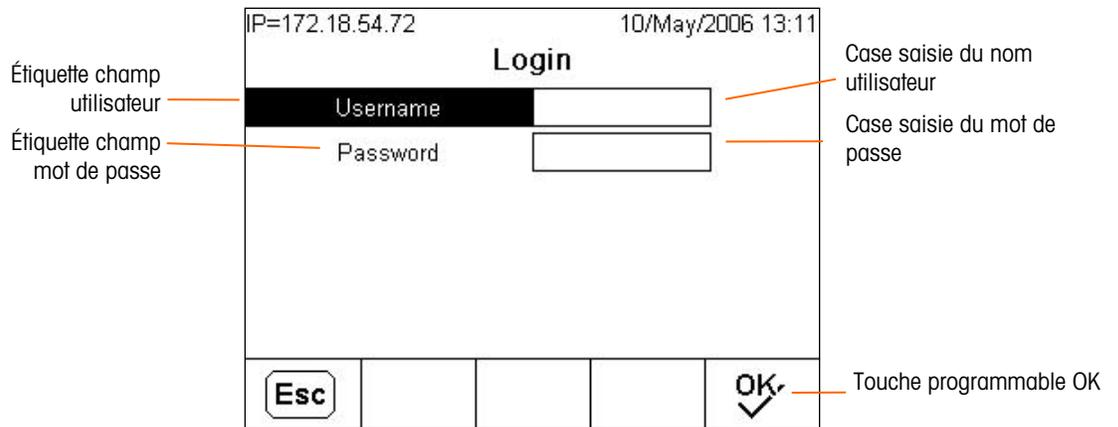

Figure 3-1 : Écran de connexion
- Si un mot de passe est attribué à l'administrateur par défaut (admin) et à l'opérateur par défaut (anonyme) et que vous appuyez sur la touche programmable Configuration, l'écran Ouverture de session Figure 3-1) s'affiche. Utilisez le nom d'utilisateur et le mot de passe appropriés pour ouvrir une session soit comme Administrateur (pour apporter des modifications) soit comme Opérateur (pour visualiser les paramètres de configuration).
Vous pouvez accéder à la configuration du terminal IND780 via la touche programmable CONFIGURATION . Si la sécurité par mot de passe a été activée, un écran de connexion (Figure 3-1) s'affiche vous permettant de saisir le mot de passe et de poursuivre les opérations de configuration. (Voir la section sur la sécurité du Chapitre 2, **Fonctionnement**, ainsi que les sections sur les Options de configuration, Terminal, Utilisateurs de ce chapitre pour de plus amples informations sur la configuration d'un mot de passe et la sécurité). Pour revenir à l'écran d'accueil sans saisir d'informations d'ouverture de session, appuyez deux fois sur la touche programmable ECHAP  .